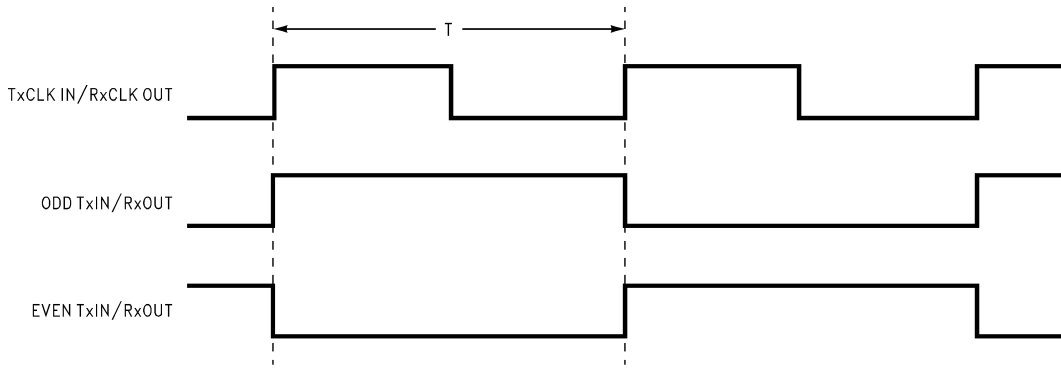
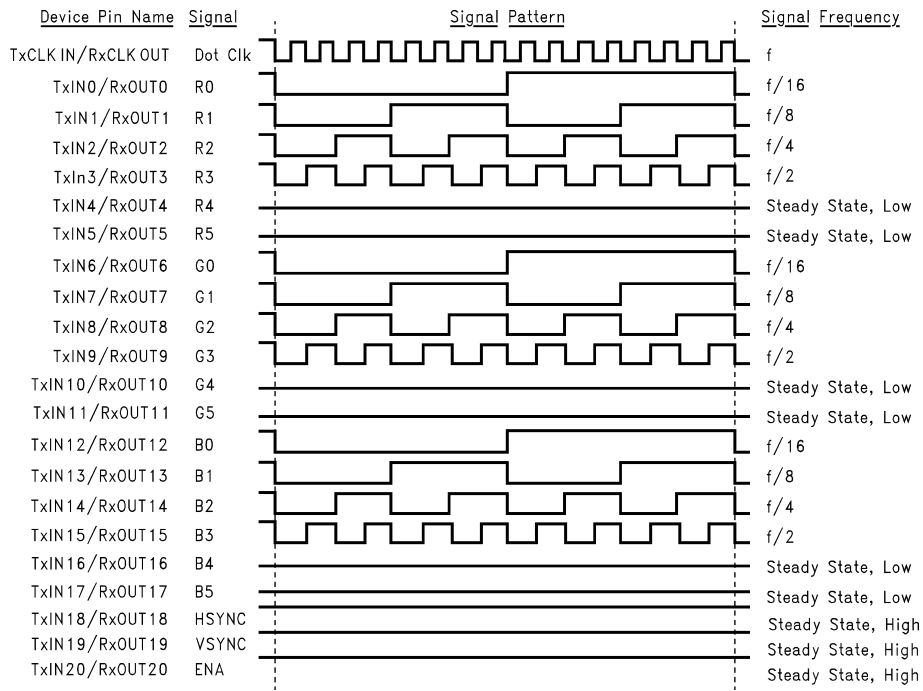

FIGURE 1. "Worst Case" Test Pattern
FIGURE 3. “16 Grayscale” Test Pattern (DS90CF364A)(Notes 5, 6, 7, 8)
- Note 7:** Figure 1、Figure 3 ともに立ち下がりがエッジ・ストロープの場合です (TxCLK IN/RxCLK OUT)。